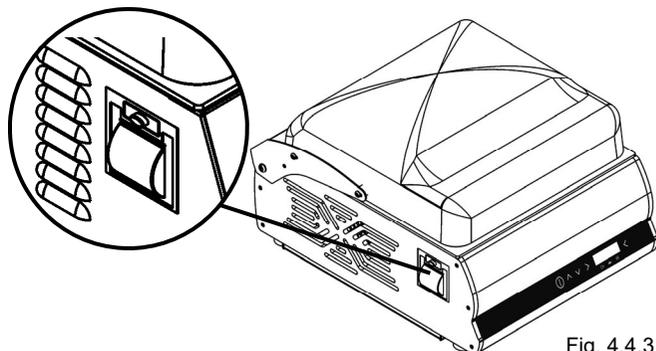

Fig. 4.4.3
2. Svitare il pomello nero (rif. 1 fig. 4.4.3) posto sul lato destro della macchina fino a liberare la campana per poter iniziare a lavorare.
3. Accendere la macchina tramite lo switch (rif. 2 fig. 4.4.3) sul fianco destro.